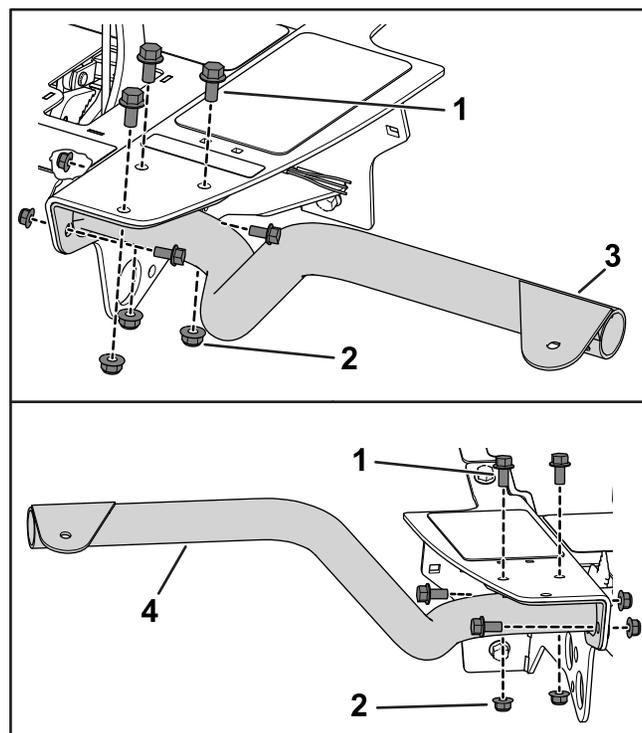

Figura 2
3. Utilize cinco parafusos de cabeça hexagonal (3/8 pol. x 3/4 pol.) e cinco porcas flangeadas (3/8 pol.) para prender a montagem do farol esquerdo no suporte do piso esquerdo (Figura 2).
4. Utilize quatro parafusos de cabeça hexagonal ($\frac{3}{8}$ pol. x $\frac{3}{4}$ pol.) e quatro porcas flangeadas ($\frac{3}{8}$ pol.) para prender a montagem do farol direito no suporte do piso direito (Figura 2).